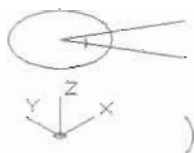

图 13-140
(3) 移动图 13-140 所示的图形对象。
② 继续使用 Move (移动) 命令把圆 B 垂直向下移动 90mm。
③ 把圆弧 D 垂直向下移动 45mm。
④ 把直线 E、直线 F 和圆 C 垂直向上移动 47mm。
⑤ 把位于直线 E 和直线 F 之间的圆弧 G 垂直向上移动 45mm。
⑥ 继续使用 Copy 命令把圆弧 G 垂直向下复制 135mm, 结果如图 13-140 所示。